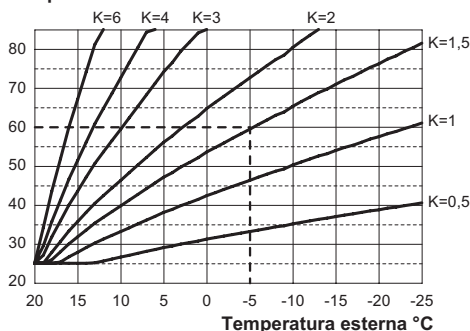
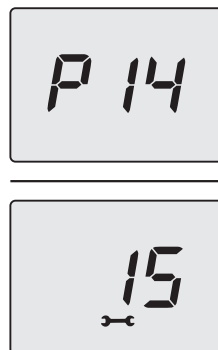

Figura 5.64
Figura 5.70
Se alla caldaia **È COLLEGATO** il comando remoto (opzionale) riferirsi alla Figura 5.64.
Quando si installa la sonda esterna bisogna impostare questo parametro in base al rendimento dell'impianto di riscaldamento per ottimizzare la temperatura di mandata (Figura 5.64).
Es. Per avere una temperatura di mandata all'impianto di riscaldamento di 60°C con una esterna di -5°C si deve settare un K di 1,5 (linea tratteggiata in Figura 5.64).
- Utilizzando i tasti 12 o 14 è possibile modificare il valore del parametro 14 da un minimo di **00** ad un massimo di **60** in base alla curva scelta del coefficiente K in Figura 5.64 (il valore letto sul display, in Figura 5.70, corrisponde a **K = 1,5**).